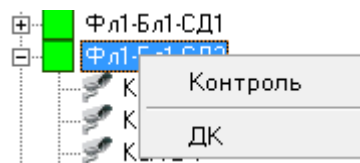

Рисунок 15.
- Выполнить команду «Контроль» из меню «Управление» либо из контекстного меню объекта правой кнопкой мыши (см. рисунок 15);
- Выполнить команду «ДК» из контекстного меню (см. рисунок 15);